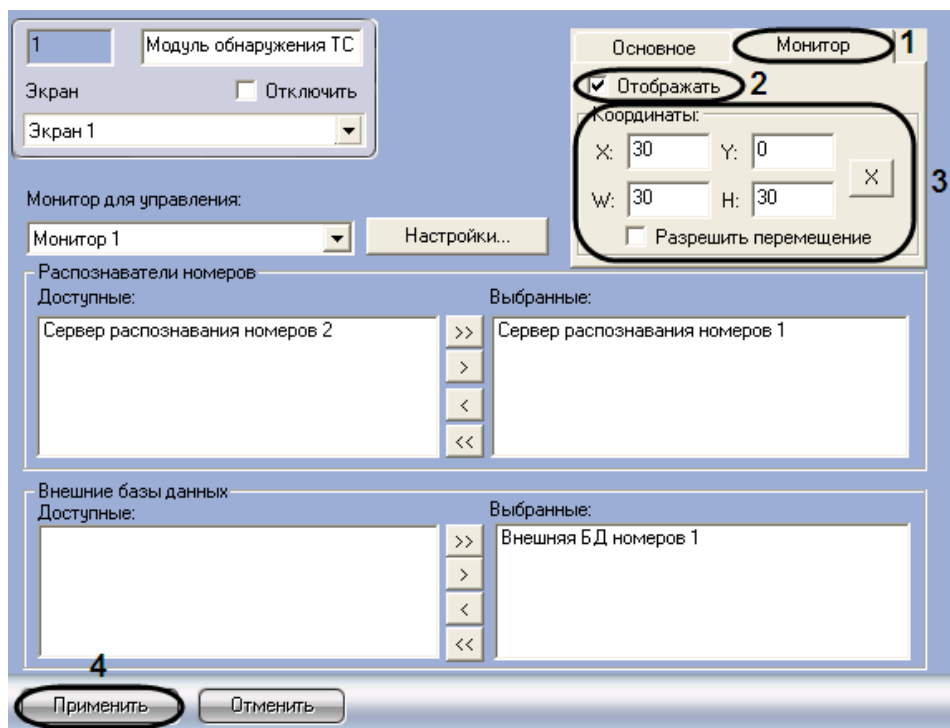

Рис. 7.8-4. Настройка размещения компонента «Монитор событий»
1. Перейти на панель настройки объекта «Модуль обнаружения ТС» (Рис. 7.8-4).
2. Перейти на вкладку «Монитор» (см. Рис. 7.8-4, 1).
3. Для отображения компонента «Монитор событий» на экране установить флажок «Отображать» (см. Рис. 7.8-4, 2). В результате выполнения операции будут активированы настройки размещения компонента «Монитор событий».
4. Задать координаты и размеры компонента «Монитор событий» по аналогии с компонентом «Оперативный монитор» (см. Рис. 7.8-4, 3, шаги 3-5 в разделе «Настройка размещения компонента «Оперативный монитор»»).
5. Для сохранения внесенных изменений нажать кнопку «Применить» (Рис. 7.8-4, 4).